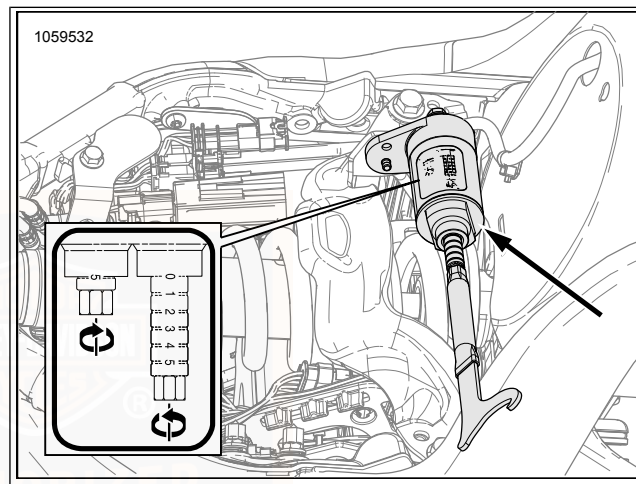

Figure 15. Vis de réglage de la précharge
3. **Circuit hydraulique sous la selle** : voir Figure 15.